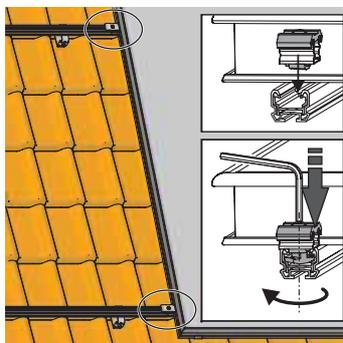

Figura 3-20 Inserire la piastrina di bloccaggio doppia
- Inserire le piastrine di bloccaggio doppie nella guida profilata di montaggio superiore e inferiore, premere verso il basso con la chiave a esagono cavo applicata alla vite e ruotarla di ca. 45° in senso orario (in modo che il profilato inferiore arrivi nella posizione di bloccaggio) (Figura 3-20).